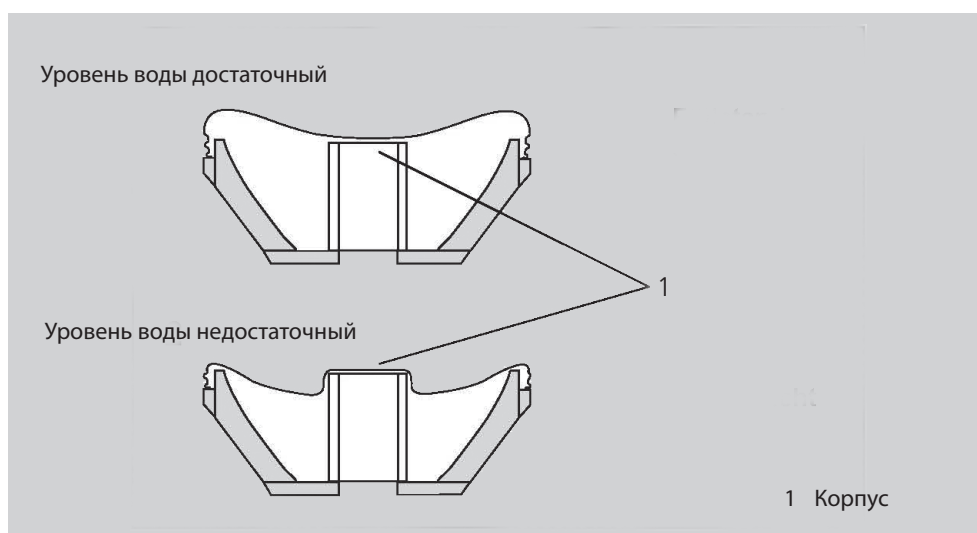

Рисунок 8-3 Определение уровня воды
- Проверьте подушку сопряжения (рис. 8-3):